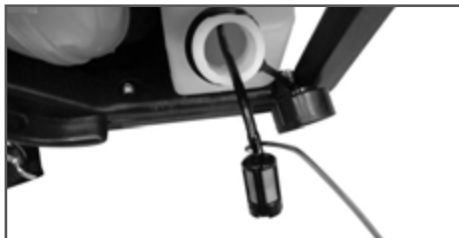

Рис. 22 Извлечение топливного фильтра
Загрязнение воздушного фильтра может препятствовать поступлению воздуха для образования воздушно-топливной смеси. Для предотвращения неисправностей двигателя надо осуществлять регулярное обслуживание воздушного фильтра (Рис. 22). При работе в условиях повышенной запыленности воздушный фильтр необходимо обслуживать чаще.
3. Зацепите крючком топливный шланг с фильтром и вытяните через заливную горловину (Рис. 22).